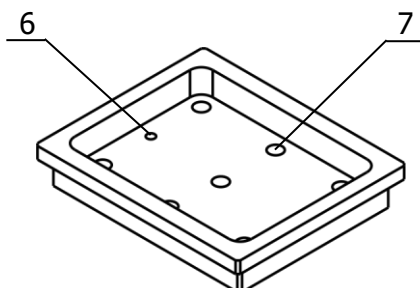
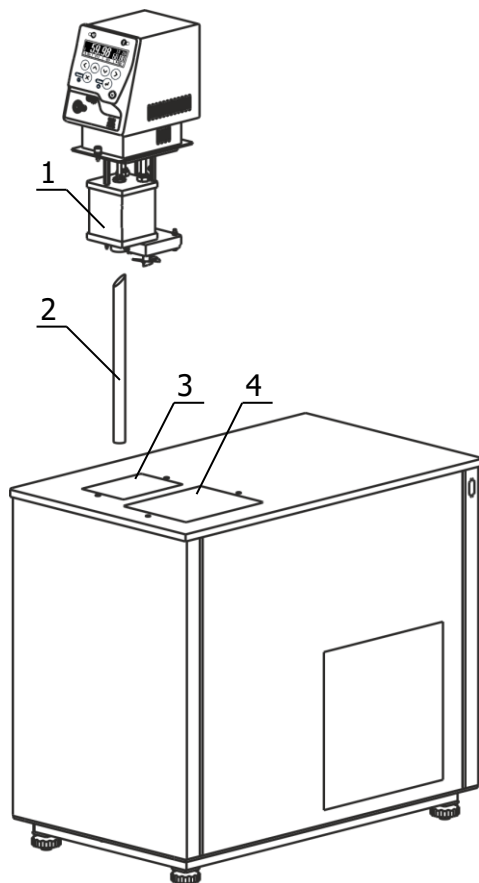
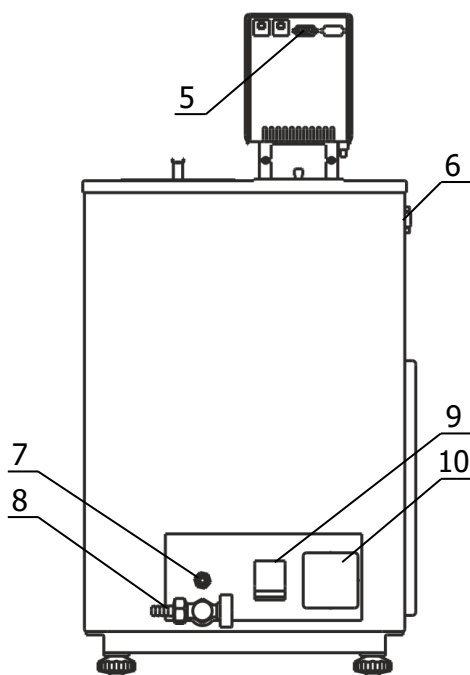

Рисунок 2 — Крышка с отверстиями
Рисунок 3 — Установка блока регулирования
Рисунок 4 — Задняя панель термостата
2.2.3 Вставить выходную трубку 2 (рисунок 3) в переходное отверстие на дне основной ванны 3 коническим концом вверх, как показано на рисунке 3.
2.2.5 К переливному штуцеру 7 (рисунок 4) присоединить гибкий шланг, второй конец которого опустить в емкость для сбора излишков теплоносителя объемом 1.5–2 литра.
2.2.6 Заполнить ванну термостата теплоносителем через отверстие над рабочей ванной 4 (рисунок 3) до момента начала слива теплоносителя из переливного штуцера 7 (рисунок 4). Температурный диапазон применения теплоносителя должен соответствовать значениям, указанным в 1.2.6.
2.2.7 Вставить вилку сетевого кабеля блока регулирования в розетку 10 (рисунок 4). Соединить кабелем из комплекта поставки блок регулирования (разъем 5) и холодильную машину (разъем 6). Сетевой кабель термостата подключить к питающей сети. Для этого в лабораторном помещении должна быть установлена электрическая розетка из комплекта поставки термостата.
2.2.8 Автоматический выключатель 9 (рисунок 4) перевести в положение «включено».
2.2.9 При первом запуске термостата необходимо включить блок регулирования в режиме прокачки в соответствии с документом ТКЛШ 3.222.009-11 РЭ «Блоки регулирования температуры погружные циркуляционные М11, М11М серии МАСТЕР». При работе циркуляционного насоса уровень теплоносителя в рабочей ванне поднимается и теплоноситель начинает равномерно переливаться в основную ванну. При этом уровень теплоносителя в основной ванне падает, что может привести к срабатыванию защиты от недостаточного уровня теплоносителя. Доливать теплоноситель следует до момента начала слива из переливного штуцера 7 (рисунок 4).
Причина отсутствия перелива — неправильная работа насоса, вызванная воздушной пробкой, образовавшейся в резервуаре 1 (рисунок 3). Для ее устранения необходимо:
2.2.10 Установить крышку с отверстиями (рисунок 2) над рабочей ванной 4 (рисунок 3).
2.4.2 Надеть сливной шланг из комплекта поставки на сливной кран 8 (рисунок 4) и закрепить его хомутом. Свободный конец шланга опустить в емкость для сбора теплоносителя объемом, превышающим объем термостата.